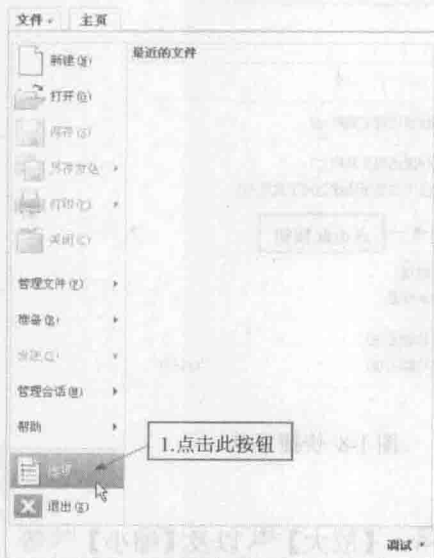

图 1-4 文件下拉列表
(1) 点击选项卡中的【文件】按钮，弹出如图 1-4 所示的下拉列表。